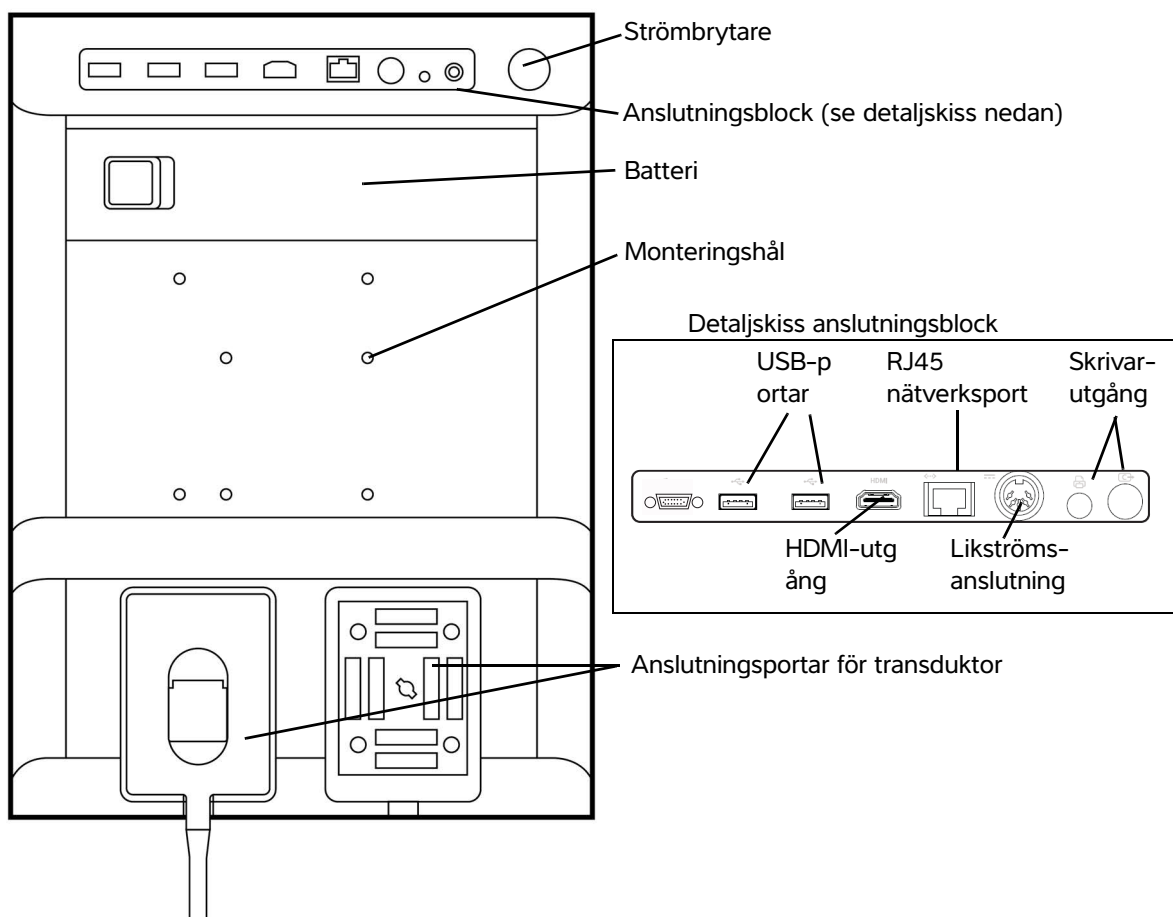

Bild 2-1 Systemets baksida
- 1 Slå på systemet. För att få reda på var strömbrytaren sitter, se **Bild 2-1** på sidan 2-2.
På systemets baksida finns fack för batteriet och två transduktorer samt anslutningar för USB-enheter, elkablar, nätverkskabel m.m. Se **Bild 2-1**.
- 1 Anslut likströmskabeln från strömförsörjningsenheten till strömanslutningen på systemet. Se Bild 2-1 på sidan 2-2.
- ❖ Tryck på strömbrytaren. Se **Bild 2-1** på sidan 2-2.
Sätt i USB-minnet i en USB-port på systemet. Se **Bild 2-1** på sidan 2-2. USB-minnet är klart att användas när USB-ikonen visas.